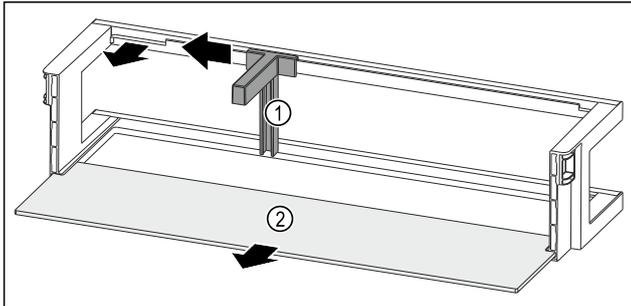

Fig. 96 Лотки на дверцятах із тримачем пляшок і полицею
- ▶ Пересуньте тримач пляшок Fig. 96 (1) убік до пазу.
- ▶ Вийміть тримач пляшок Fig. 96 (1).
- ▶ Дістаньте полицю Fig. 96 (2).